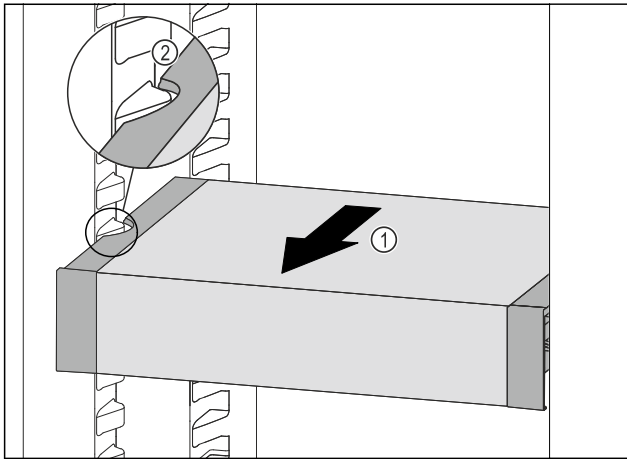

Fig. 200
- ▶ Потягнути VarioSafe вперед Fig. 200 (1), поки бокові заглиблення VarioSafe не опиняться на рівні ребра для емоності в охолоджувальному відділенні. Fig. 200 (2)